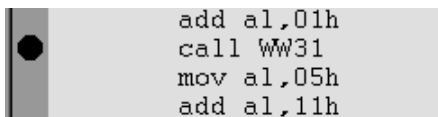

图 1-31 断点设置
① 设置断点/删除断点 (B)：当前光标所在的行为当前行，如果当前行无断点则在当前行设置断点，如果当前行有断点则删除当前行的断点。设置断点后的行如图 1-31 所示。并不是源程序的所有行都可以设置断点，如伪操作行和空行不能设置断点。源程序设置的断点数不能超过 8 个。